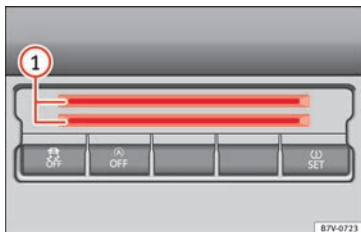

Abb. 179 In der unteren Mittelkonsole: Kartenhalter.
Im unteren Bereich der Mittelkonsole befindet sich ein Ablagefach » Abb. 179 ① zur Ablage von Münzen, Karten, Parkscheinen oder Ähnlichem.